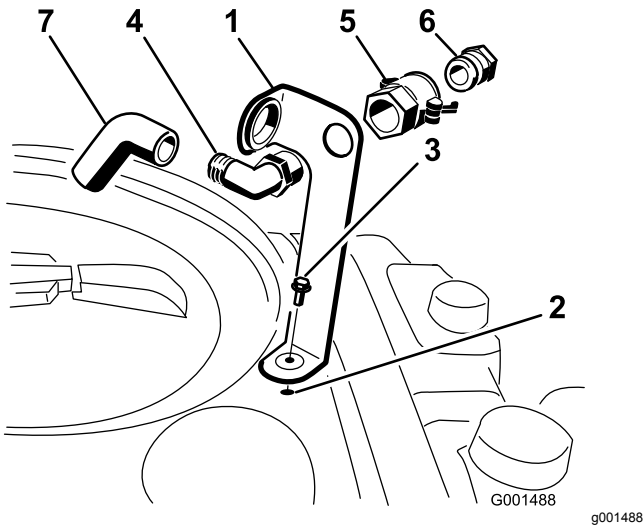

Figura 3
1. Coloque o suporte do recetáculo de enchimento sobre o orifício roscado no depósito e fixe-o com um parafuso de cabeça flangeada (5/16 x ¾ pol.), como se mostra na Figura 3.
2. Coloque a parte roscada da ligação de cotovelo de 90° no suporte e aparafuse o acoplador rápido, fixando-o ao suporte (Figura 3).
3. Instale o adaptador da tubagem no acoplador rápido (Figura 3).
4. Bloqueie o adaptador na posição correta, girando as alavancas em direção ao adaptador, e depois fixe-as com os pernos de gancho (Figura 3).
5. Coloque o tubo antissifão pela abertura larga no suporte e pela extremidade dentada da ligação de cotovelo de 90° (Figura 3).